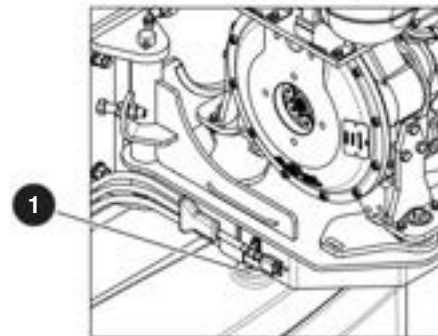

Figura 23 Plugue do aquecedor
2. Localize o plugue do aquecedor (item 1 - Figura 23) no compartimento do motor.